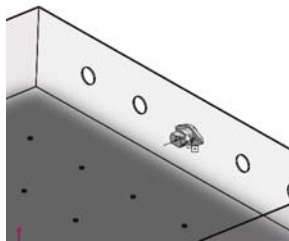
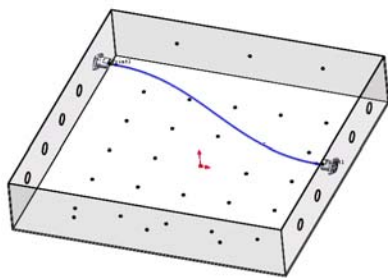

图 18-8 右侧面
图 18-9 连接线
④ “线路属性”属性面板采取默认设置，单击“确定”后系统弹出“自动步路”属性面板。保持“自动步路”属性面板为显示状态下，再次从步路库中的电气文件夹中选取 socket-6pinmindin，拖动到装配体中并将之与右侧面上的中间孔进行配合，如图 18-8 所示。
⑤ 保持“自动步路”属性面板为显示状态下。如果已关闭，单击“Routing 工具”工具栏中的“自动步路”按钮，打开“自动步路”属性面板。放大到装配体中的接头之一，然后选取其连接点端点处的端头。
⑥ 放大到另一个接头并选取其末端端头。此时连接两个点的线路出现，如图 18-9 所示。单击“自动步路”属性面板中的“确定”按钮.